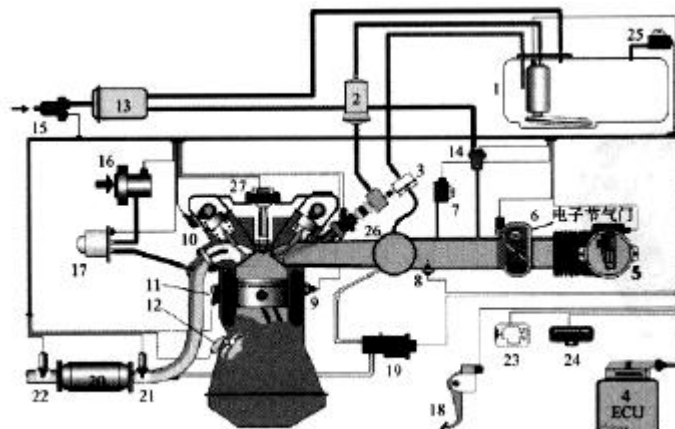
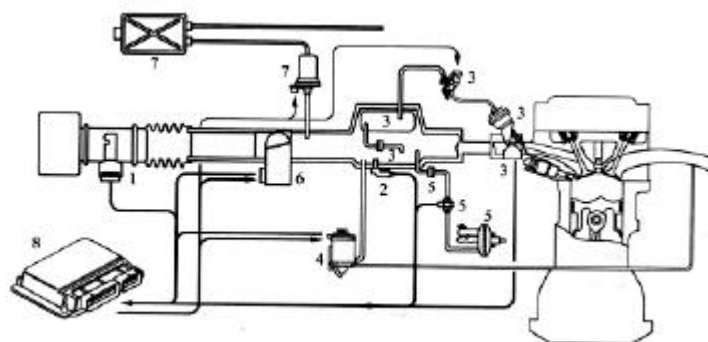

图 1-10 Motronic (ME) 发动机控制系统
图 1-11 Motronic (MED) 大众 FSI 发动机控制系统
1995 年, 德国博世 (Bosch) 公司推出 Motronic (ME) 系统, 采用电子节气门控制 (图 1-10)。2000 年, 德国博世 (Bosch) 公司推出 Motronic (MED) 汽油直接喷射系统 (图 1-11)。